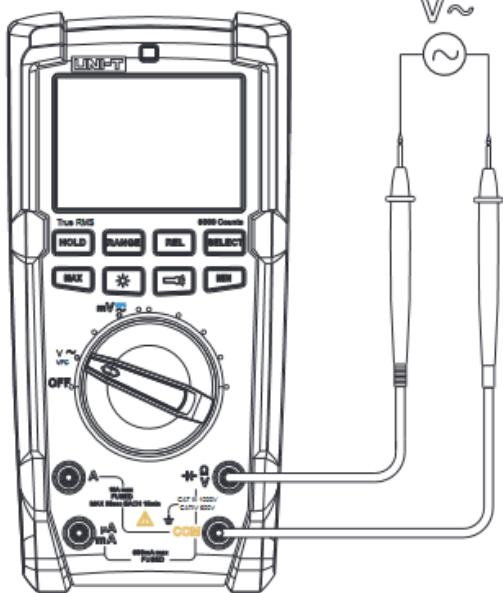

Рисунок 3
9.1. Измерение переменного напряжения (см. рисунок 3)